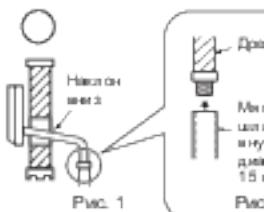

Рис. 1
- Для обеспечения оптимального дренажа дренажный шланг должен иметь наклон (Рис. 1).